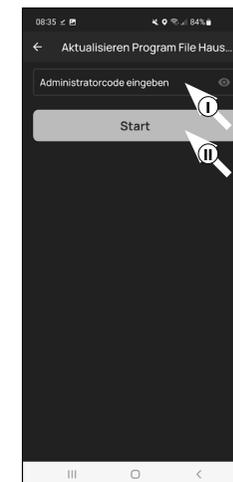

Fig. 11
- ⑪ Vous êtes prié de vous authentifier avec votre code administrateur. Entrez-le et confirmez par « Départ » (Fig. 11).